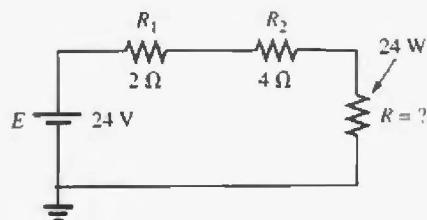

FIGURA 5.84
- *14. Para las condiciones especificadas en la figura 5.84, determine la resistencia desconocida.